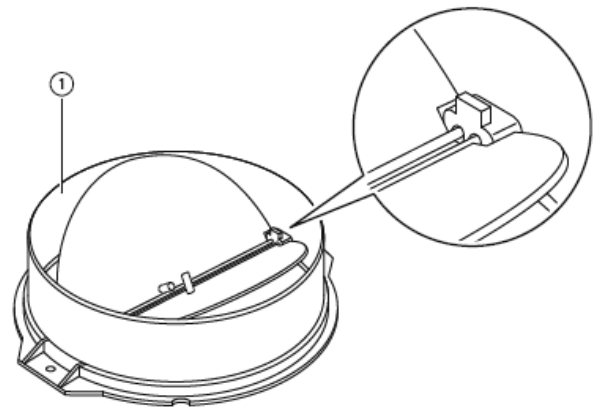

Abbildung 5
Wenn die Dunstabzugshaube nicht über eine montierte Rückschlagklappe verfügt, müssen Sie die Halfteile an ihrem Gehäuse montieren. Die Bilder zeigen nur ein Beispiel für die Montage der Rückschlagklappe, der Auslass kann je nach Modell und Konfiguration unterschiedlich sein. Montieren Sie zwei Halfteile (2) in das Gehäuse (6) ein Bolzen (3) muss nach oben gerichtet sein; die Achse (4) in die Löcher (5) des Gehäuses einführen. Diese Schritte für die 2. Hälfte wiederholen. (Abb. 5 und 6)